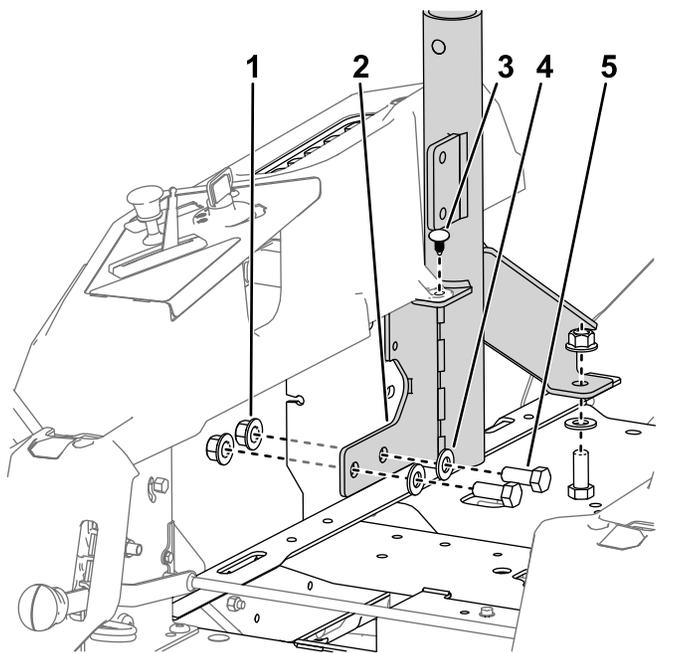

Рисунок 4
- Прикрепите петли на контейнерах к креплению конструкции ROPS при помощи узких нажимных заклепок (Рисунок 4).